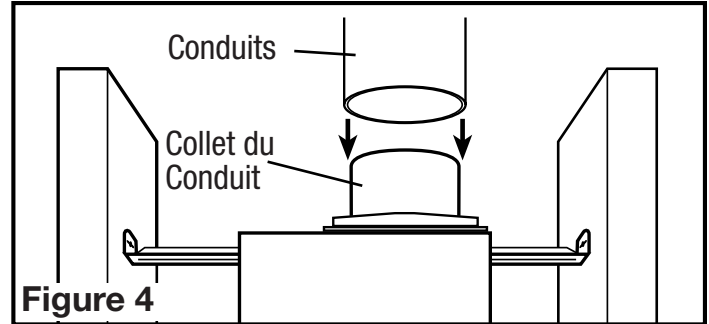

Figure 4
1. Raccorder le conduit au collet de conduit du ventilateur (Figure 4). Fixer en place à l'aide de ruban ou de serre-joint. Toujours évacuer le ventilateur vers l'extérieur au travers de chapeau mural ou de toit.